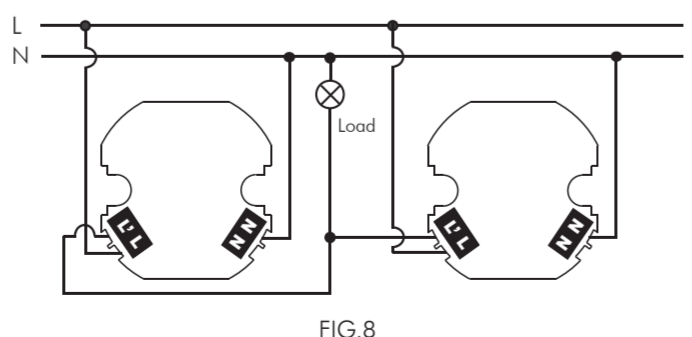

FIG.8
3.2.2. Dos detectores controlan una carga (Ver FIG. 8)